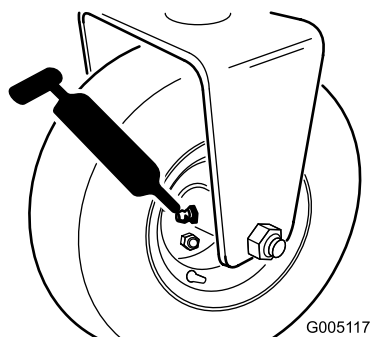

図 39
- ・ リアホイール・ローラのクラッチと外側のボールベアリング（1か所）（図 39）